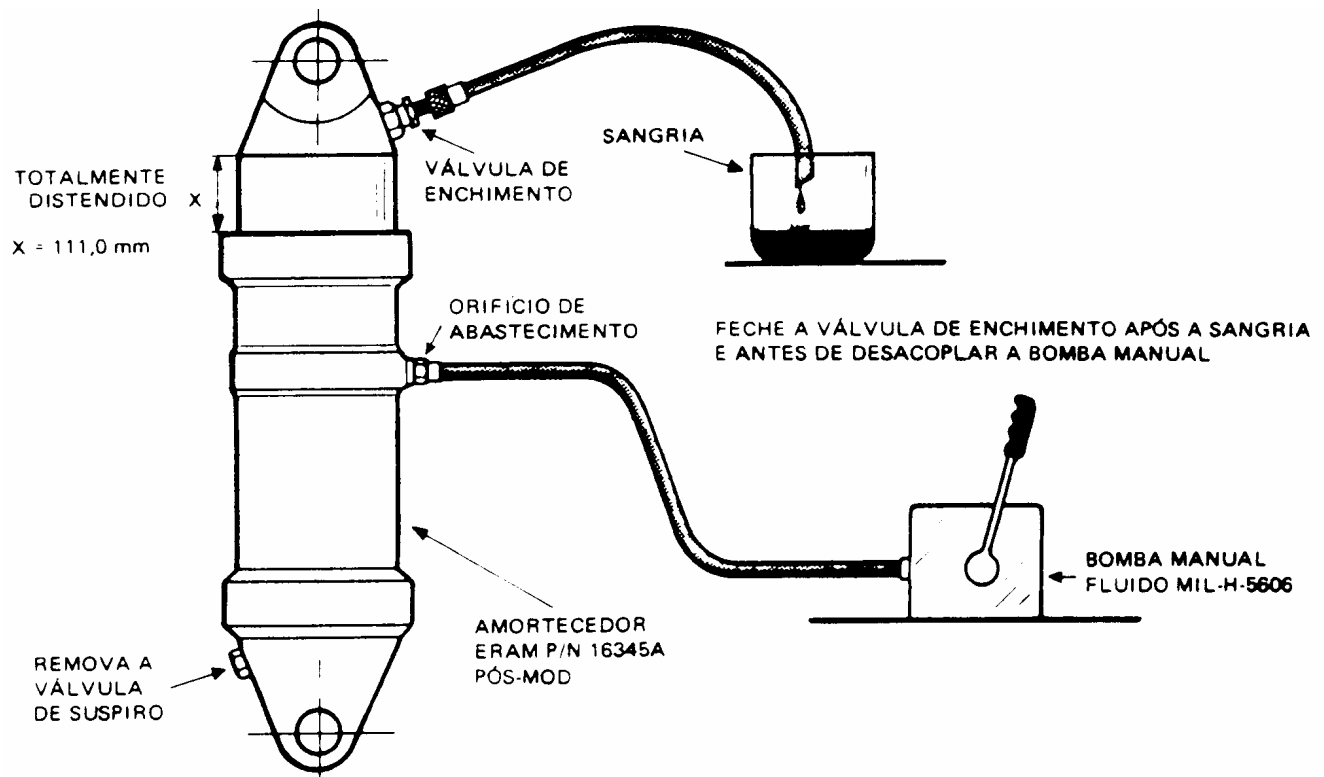

Figura 32-4. Abastecimento com Fluido
32-9. ABASTECIMENTO DO AMORTECEDOR ERAM P/N 16345A - (Figura 32-4)
- g. Adapte, no orifício de abastecimento, uma conexão adequada para receber a mangueira flexível da bomba manual (veja a Figura 32-4).
- h. Conecte a mangueira flexível da bomba manual na conexão do orifício de abastecimento (veja a Figura 32-4).
- j. Bombeie até que o óleo saia limpo e isento de bolhas de ar pela tubulação transparente (veja a Figura 32-4).